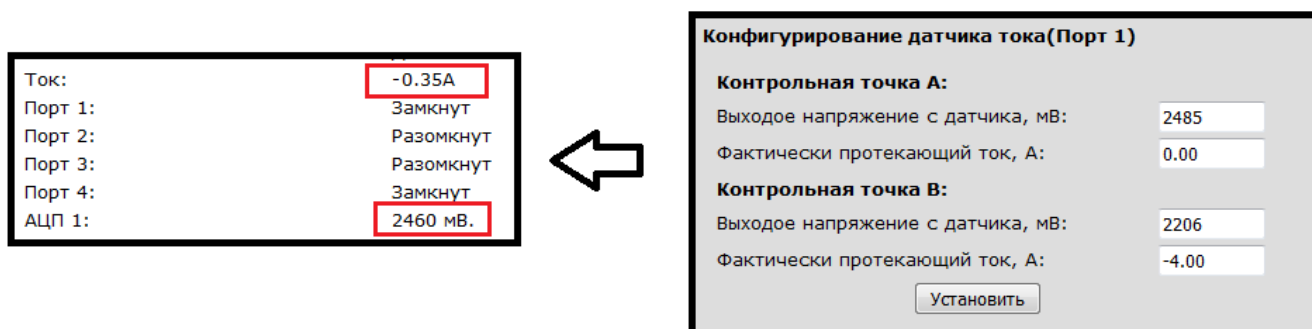

Рис.8.3. Фрагменты веб-страниц «Состояние» (слева) и «Конфигурация» (справа) при калибровке датчика тока
8.6. В случае недостаточной точности измерений можно произвести калибровку датчика на WEB-странице «Конфигурация» по двум точкам А и В (см. рис. 8.3). Алгоритм калибровки, следующий: